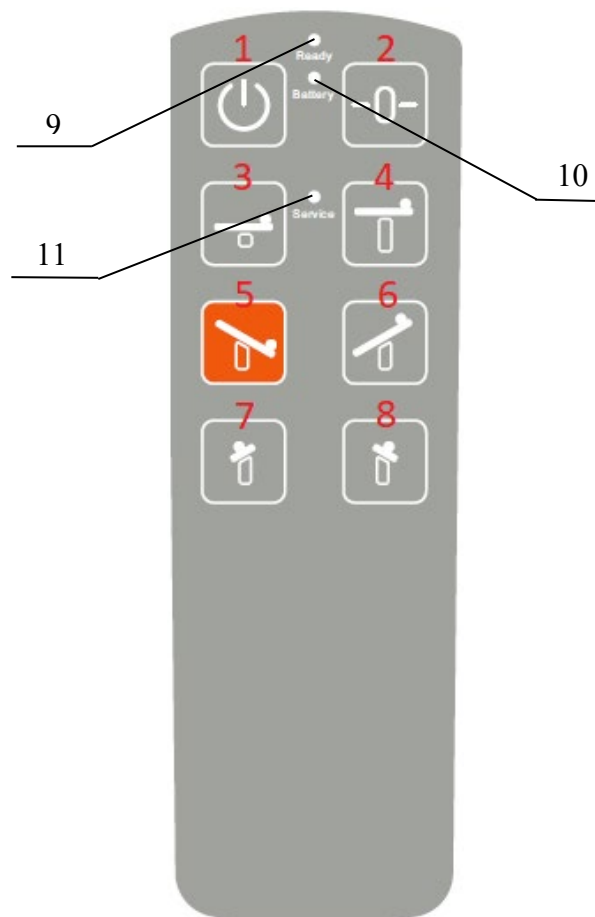

Рисунок 4. Проводной пульт дистанционного управления и назначение его кнопок.
9.8 На пульте (Рисунок 4) нажмите кнопку 1, должен загореться индикатор 9. Стол готов к работе. Если в течении 20 секунд не будет нажата ни одна кнопка, пульт переходит в «спящий режим». Если при нажатии кнопки 1 ничего не происходит, подключите стол к сети питания (см. п. 9.11).
9.9 Если индикатор 10 горит зеленым цветом, это означает, что аккумуляторные батареи заряжены. Если индикатор горит оранжевым цветом, то заряд батарей меньше 50%, при разрядке до 30% раздаются три коротких звуковых сигнала, чтобы предупредить о необходимости зарядки аккумуляторных батарей. При зарядке батарей индикатор мигает зеленым цветом. Звуковые сигналы можно отключить одновременным нажатием кнопок 1 и 2 на 0,5с (Рисунок 4).